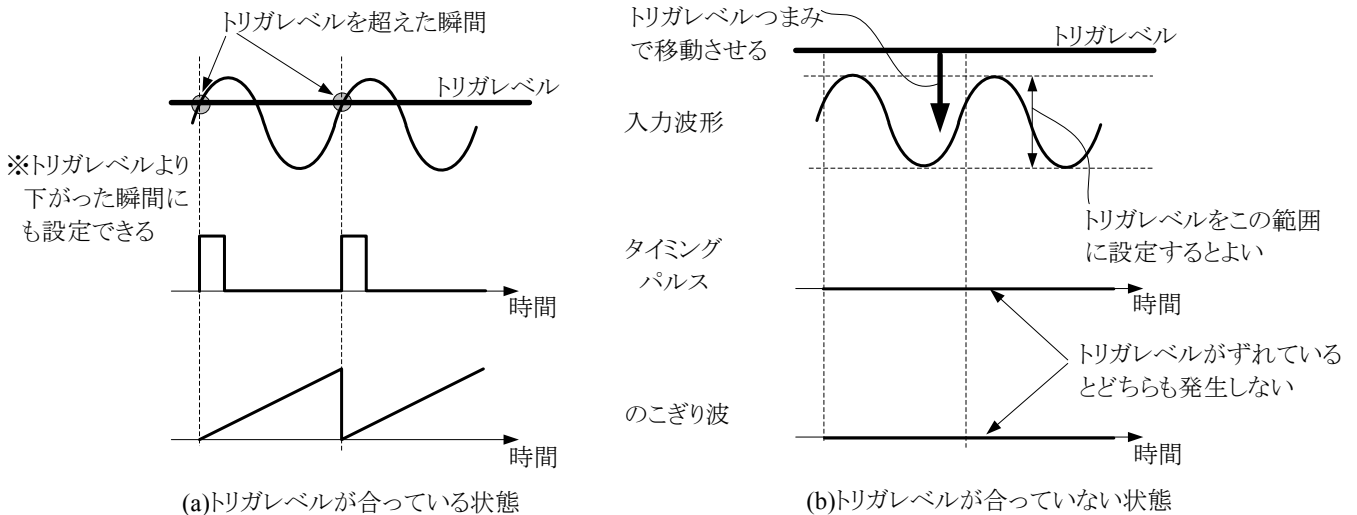

図11 トリガレベル
- ①同期をとりたいチャンネルと同期をとるチャンネルが合っていない
- ②トリガレベルがずれている
- ③信号の表示が小さい
- ④入力信号が小さすぎる
①はチャンネル1に入力されている波形を観測したいが、トリガソースがチャンネル1以外に設定されている場合に起こる。表1のトリガソースを観測したいチャンネルに合わせることで解決する。トリガソースのうち、“LINE”は50[Hz]の商用周波数に合わせることを、“EXT”は外部の信号源に合わせることをそれぞれ示している。
②はオシロスコープの同期がどのようにかけられているのか理解することが重要になる。オシロスコープでは図11のように入力波形がトリガレベルを超えたときにタイミングパルスを発生し、このタイミングパルスの時間間隔によってのこぎり波が生成される。オシロスコープは原理上、タイミングパルスおよびのこぎり波が生成されないと静止して表示できないため、トリガレベルがずれている場合は波形の範囲に入るようにトリガレベルを設定し直す必要がある。対策としては、表1のトリガレベルつまみを動かすことでトリガレベルを波形の範囲に移動することで同期をとることができる。